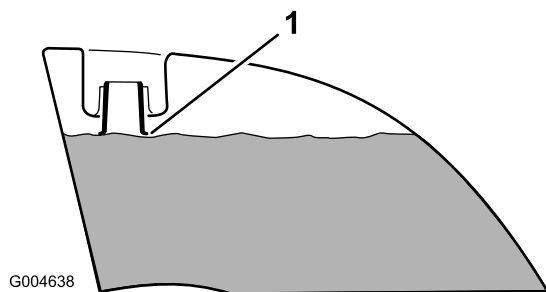

Figura 9
4. Adicione gasolina a ambos os depósitos de combustível até que o nível se encontre nivelado com o fundo do tubo de enchimento (Figura 9). **Não encha demasiado os depósitos de combustível.**